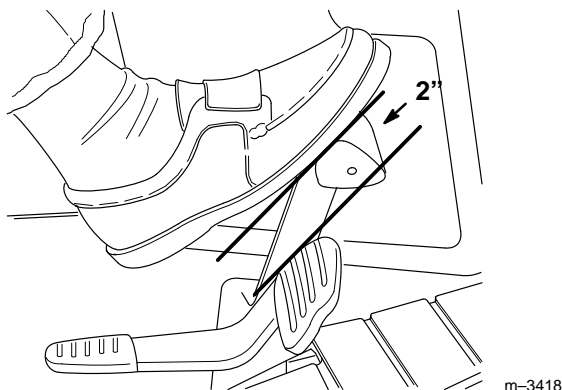

Figure 37
3. Appuyer sur la pédale de frein. Il devrait y avoir une course libre de 5 cm (2") (Fig. 37) avant que le frein ne commence à agir.